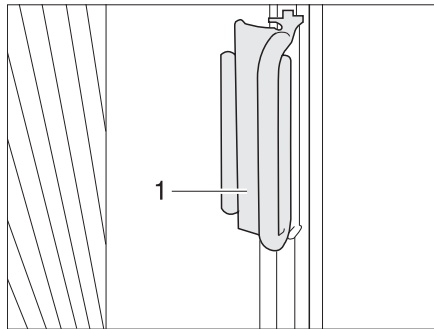

Fig. 14 Poignée du dispositif occultant plissé du pare-brise
- Pousser les dispositifs occultants plissés pour le pare-brise en dessous des recouvrements aux montants A avec les poignées (Fig. 14,1) et coincer la poignée sur le recouvrement. Le dispositif occultant plissé est bloqué.